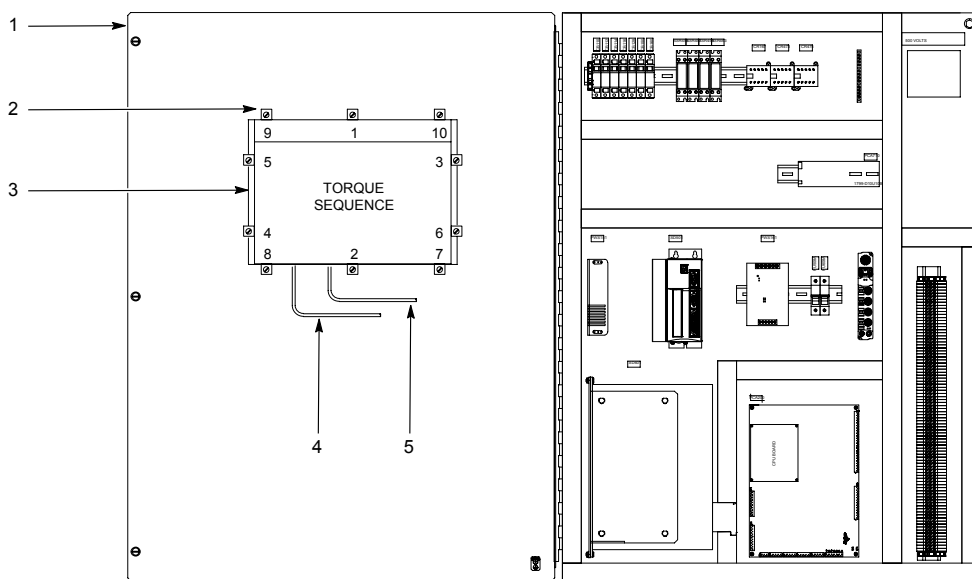

Figura 5 Înlocuirea interfeței operatorului și a PCA
2. Vezi Figura 5. Deschideți ușa compartimentului electric (1).
3. Deconectați cablurile de CA (4) și serial (5) de la interfața operatorului (3).
4. Demontați clemele de montaj (2) care fixează interfața operatorului la ușa compartimentului electric. Demontați interfața operatorului de la ușa compartimentului electric.
6. Montați noua interfață a operatorului în ușa compartimentului electric (1).
7. Instalați clemele de montaj (2). Cu ajutorul secvenței cuplului prezentată în Figura 5, strângeți clemele de montaj la 10 in.-lb (1.1 N·m). Pentru a împiedica îndoirea ecranului tactil, nu suprastrângeți clemele.
8. Conectați cablurile de CA (4) și serial (5) la interfața operatorului, acordând atenție montării cablului serial la portul com de la care a fost demontat.
9. Închideți ușa cabinetului electric (1).
2. Vezi Figura 5. Deschideți ușa compartimentului electric.